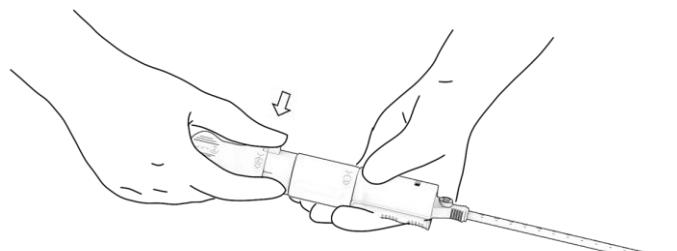

Bild 15. Frigöringskolvens lås.
- a. Lokalisera frigöringskolvens lås (märkt med "4") och tryck in den gröna låsknappen så långt det går. Bild 15. Kontrollera att knappen är helt intryckt innan du går vidare till steg 5.